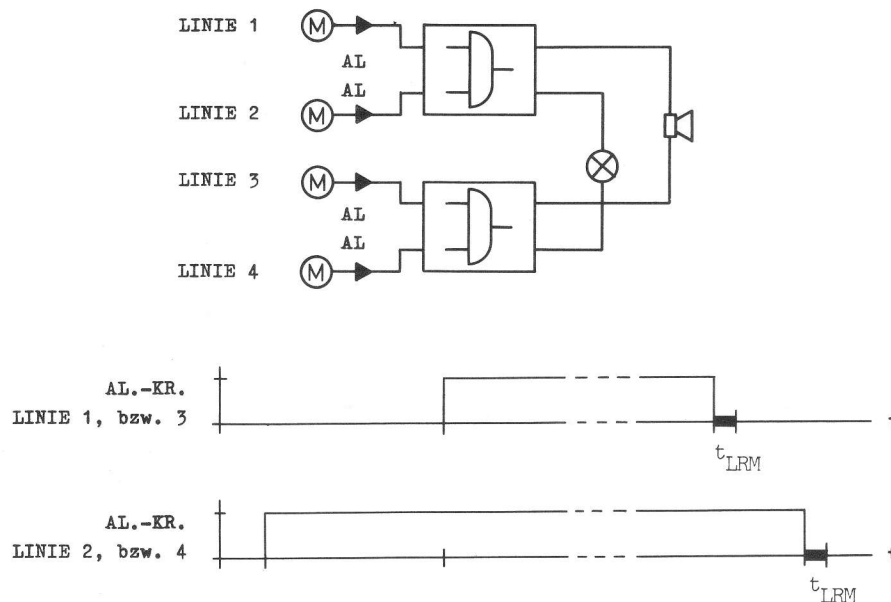

Bild 9 Funktionsdiagramm der Zweilinenabhängigkeit
5.4.2.3. Zweilinenabhängigkeit (siehe Bild 9)